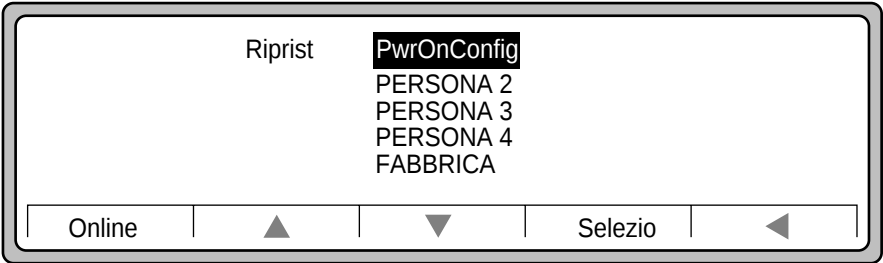

Figura 2-11 Impostazioni di menu Persona, Riprist e Salvare
4. Usare ► per accedere ad altre opzioni di impostazione (Figura 2-11).